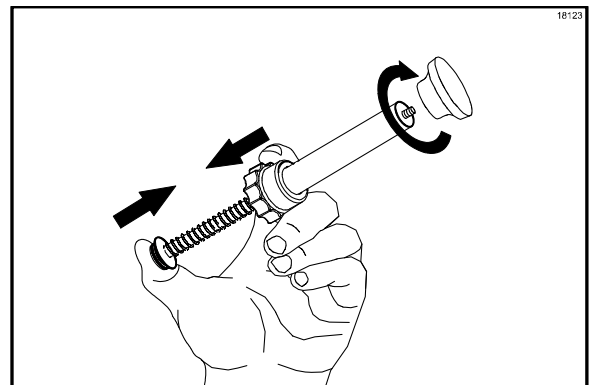

Abbildung 92
7. Mutter festhalten und gegen das Tauchkolbenende drücken, um die Feder zusammenzudrücken, bis das Gewindeende des Tauchkolbens durch die Öffnung im Tauchkolbenrohr gleitet. Knauf im Uhrzeigersinn auf das Gewindeende der Tauchkolbeneinheit aufschrauben und festziehen. (Siehe Abbildung 92.)